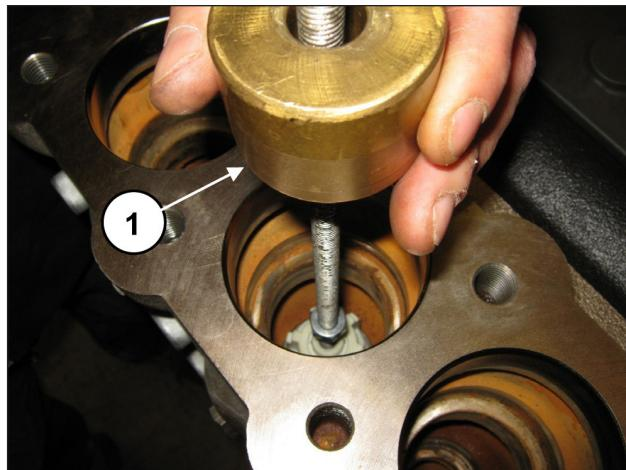

Fig. 103
Estrarre il gruppo valvola aspirazione mediante l'utilizzo di un estrattore a massa battente (cod. 27516400) da applicare al foro M10 del guida valvola (pos. ①, Fig. 103) o, in aggiunta, eventuale adattatore M10-M16 (cod. 25089700) da applicare al filetto M16 del guida valvola.